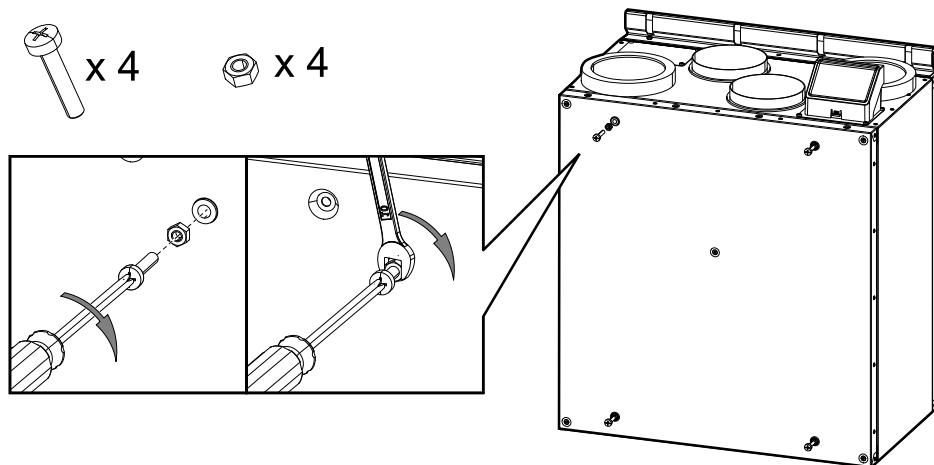

Bild 15 Die Installation der Schrauben
Die Dicke der Holzblöcke sollte 25-100 mm betragen. Wenn der benötigte Abstand kleiner als 25 mm ist, verwenden Sie Justierschrauben, anstelle von Holzblöcken (siehe Abbildung 15).
1. Vier M6-Schrauben in die Gewindegelenke am Gerät montieren und mit Sechskantmuttern sichern (Abbildung 15). Der Abstand der Schrauben kann nachträglich justiert werden.